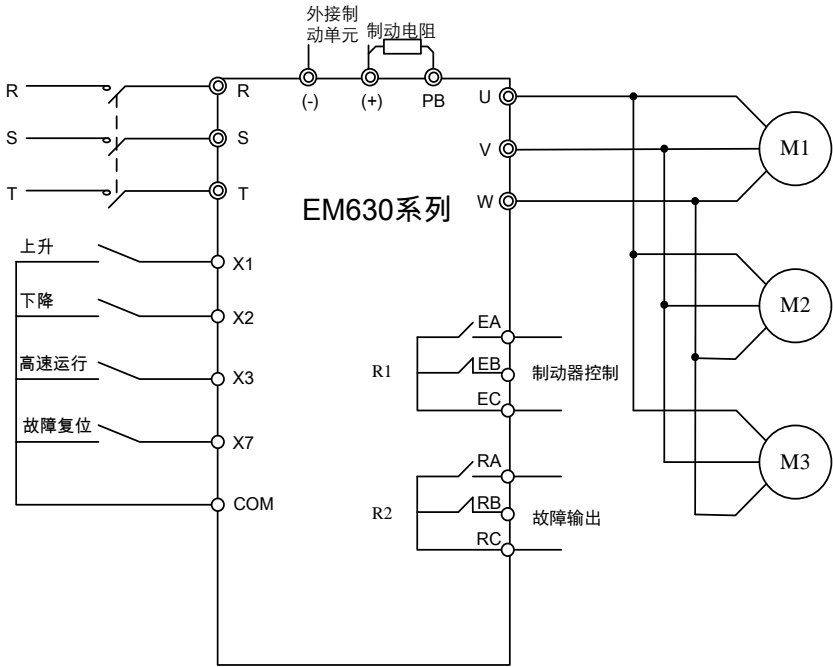

图 13-2 EM630 系列变频器升降机应用接线示意图
- 2、EM630 系列变频器 F20.00=7 选择升降机应用宏后，Xi 端子、R1、R2 按图 13-2 配置功能。